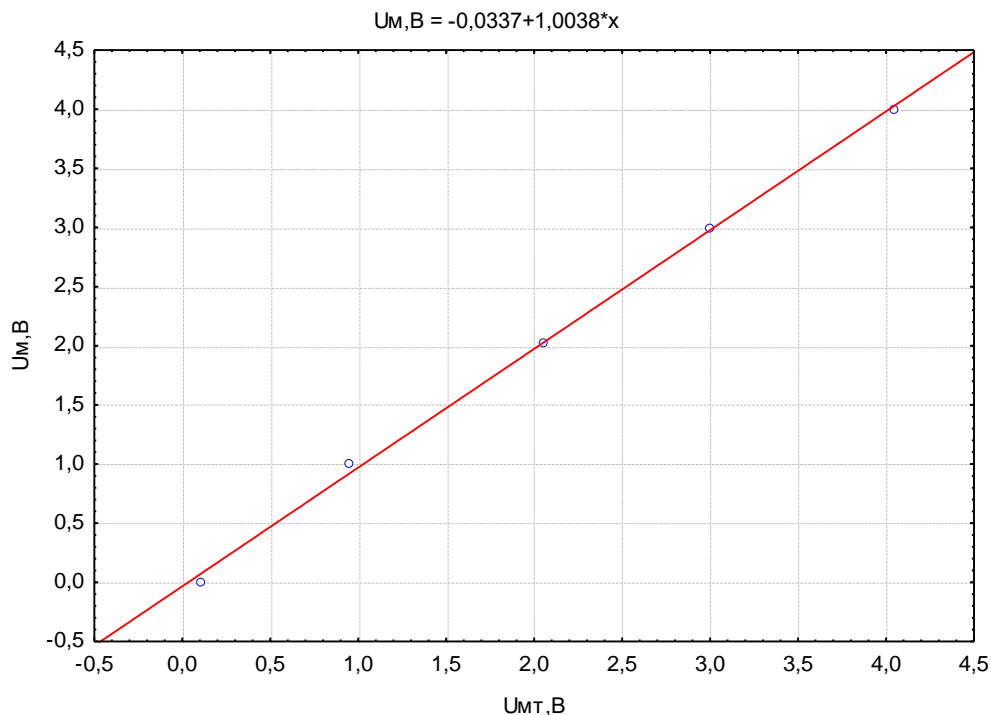

Рис. 2.19. Графік залежності між показами, що отримані за допомогою модуля ADAM (U_M) та інших засобів (U_{MT})
2.4.11.1. За результатами вимірювання (табл. 2.1) розрахувати різницю між показами, що отримані за допомогою модулів ADAM (U_M) та інших засобів (U_{MT}) та побудувати графіки залежності між ними (див., наприклад, рис. 2.19).